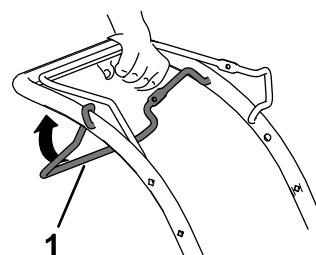

Figura 13
- Para activar la transmisión autopropulsada, tire de la barra de control de la transmisión autopropulsada hasta el manillar y manténgala allí (Figura 13).